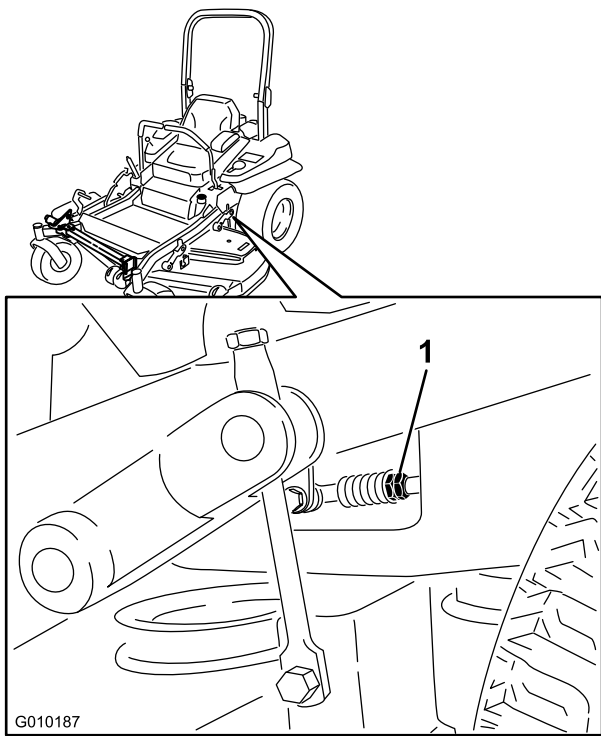

Figura 100
11. Ajuste os comprimentos da barra de controlo da bomba rodando as porcas duplas na barra na direção adequada até as rodas andarem ligeiramente para trás (Figura 100).